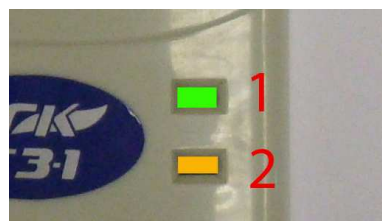

Рисунок 17. Индикаторы сигнализатора СЗ-1.
5.6 Спустя 1 минуту индикатор 1 загорается зеленым цветом. Индикатор 2 продолжает гореть желтым светом(см. рис. 17). Сигнализатор вышел на рабочий режим. Если индикация отличается от описанной см. п.б.